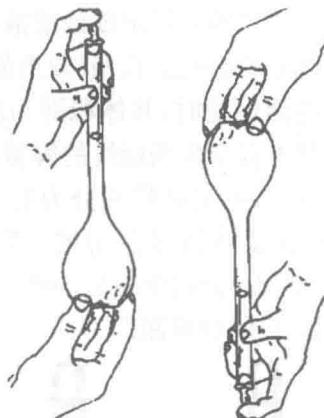

图 1-2 容量瓶的检漏操作
1. 检漏。使用前检查瓶塞处是否漏水。具体操作方法是:在容量瓶内装入适量水,塞紧瓶塞,用右手食指顶住瓶塞,左手五指托住容量瓶底,将其倒立(瓶口朝下),观察容量瓶是否漏水。若不漏水,将容量瓶正立且将瓶塞旋转 $180^{\circ}$ 后,再次倒立,检查容量瓶是否漏水,操作如图 1-2 所示。若两次操作时,容量瓶瓶塞周围皆无水漏出,即表明容量瓶不漏水。经检查不漏水的容量瓶才能使用。